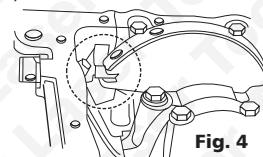

Fig. 4
Los procedimientos de extracción e instalación de correas de distribución en estos motores son similares a los descritos anteriormente, pero la espiga para la sincronización del cigüeñal es diferente. Use la pieza (B). Esta espiga se debe montar en la ranura de la malla del cigüeñal. (Fig. 4). Esta espiga NO debe montarse en el orificio de compensación. Compruebe de nuevo la posición del cigüeñal; asegúrese de que el recorrido de la chaveta del cigüeñal queda centrado entre las lengüetas de fundición de la parte delantera del motor. (Aproximadamente en la posición de las 1 en punto)